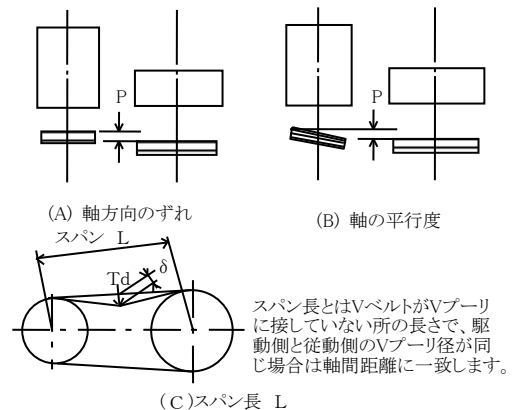
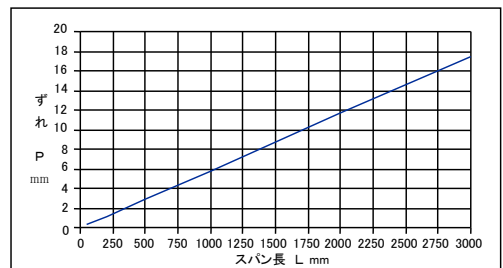
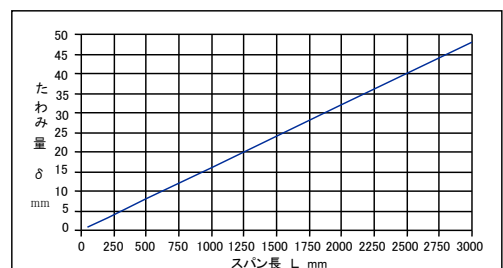

図 12 Vプーリの芯出し
図 13 Vプーリのずれ許容寸法 (P mm)
図 14 Vベルトの必要たわみ量 ( $\delta$  mm)
- (1) ファンは工場ですくしく心出し調整して出荷していますが、据付終了後再調整してください。
- (2) Vプーリのミスアライメントは、Vベルトの寿命を縮める要因になりますので正確に調整をしてください。ミスアライメントには、Vプーリの軸方向のずれと軸の平行度の2つが含まれます。図12 (A) が軸方向のずれで、同図 (B) が軸の平行度です。それぞれのずれの許容寸法 (P mm) は、同図 (C) に示されるVプーリ間のスパン長 (L mm) により、図13に示された値以下といたします。Vベルトを張った後で許容寸法を確認してください。ずれPは、極力小さく調整してください。
- (3) Vベルトは、取付張力が不足するとスリップが発生しやすくなり、Vベルトの寿命に影響を与えます。また張力が高すぎるとVベルトの寿命を縮めるだけでなく、軸荷重が過大になり、軸受の寿命を縮めます。Vベルトの張り調整は次の手順により行います。
- ・たわみ量 ( $\delta$  mm) はスパン長 (L mm) をはかり、図14より求めます。